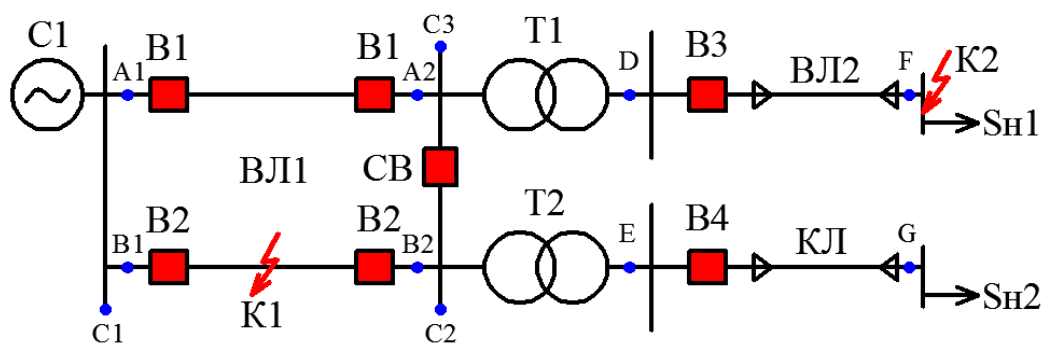

Рисунок 1 - Схема
1. Разработать модель сети (рис.1) согласно варианту. Базовые исходные данные для элементов соответствующей схемы представлены в таблице. Недостающие исходные данные в параметрах элемента определить по справочным данным или рассчитать самостоятельно (ПК-1).